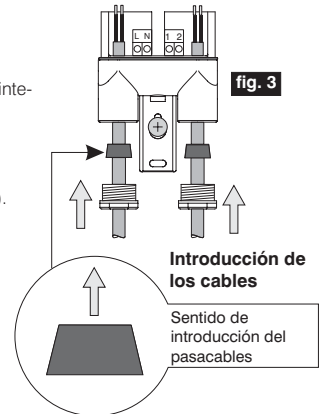

fig. 3
- Pefore de forma adecuada la membrana de las gomas pasacables que sirven de junta y pase estas por los cables (fig. 3).